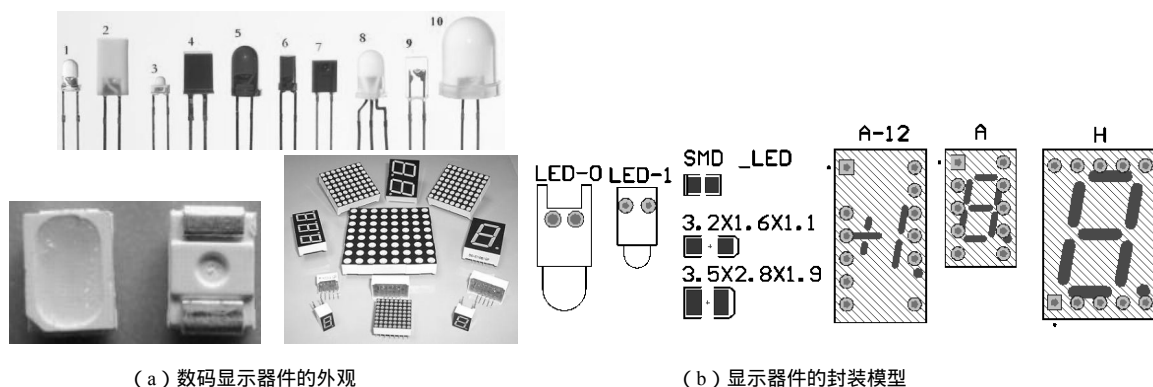

图 3.7.34 数码显示器件
(5) 数码显示器件: 有发光二极管、数码管和点阵等, 主要用于显示。插针式发光二极管的封装常用 LED-0、LED-1, 贴片式发光二极管封装常用 SMD_LED、3.2X1.6X1.1 等, 数码管的封装常用 A、H 等, 如图 3.7.34 所示。